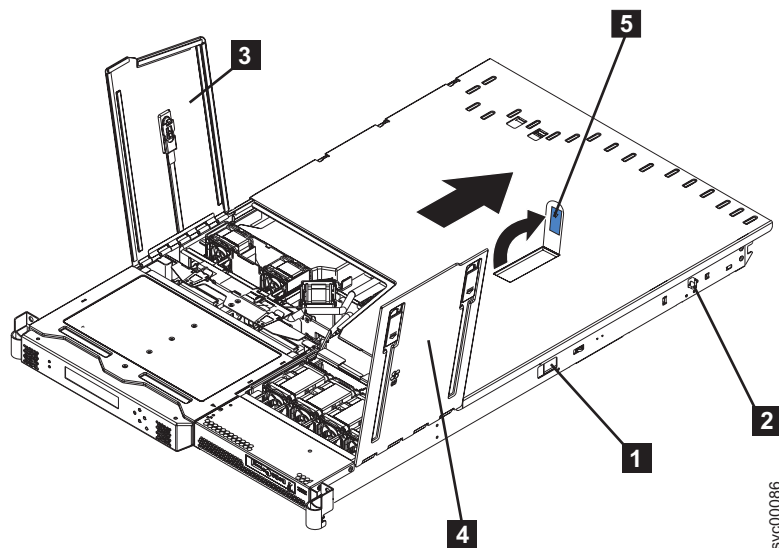

図 71. ファン・ドアを開いた状態の SAN ボリューム・コントローラー 2145-8F2 または SAN ボリューム・コントローラー 2145-8F4
- b. 両方のサイド・リリース・ラッチ (左と右) をノードの前方に向かってスライドさせます。両方のレール・ロック・ピン (95 ページの図 71 の **2**) が垂